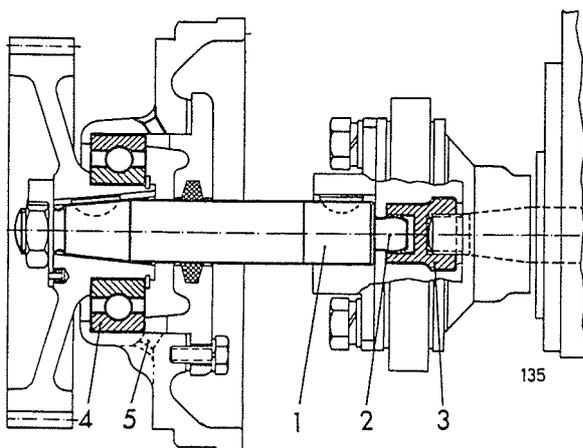
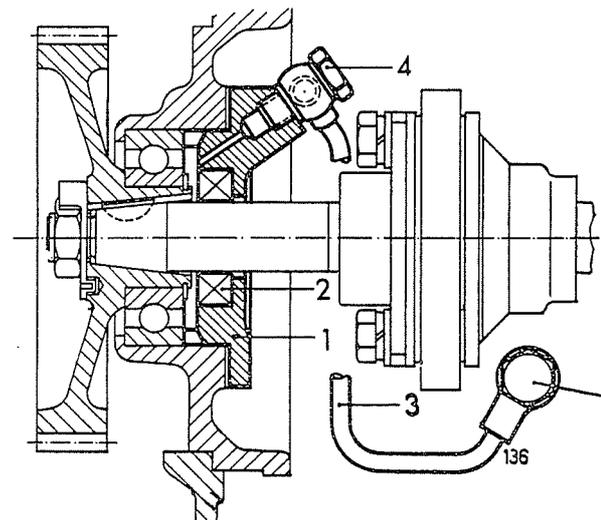
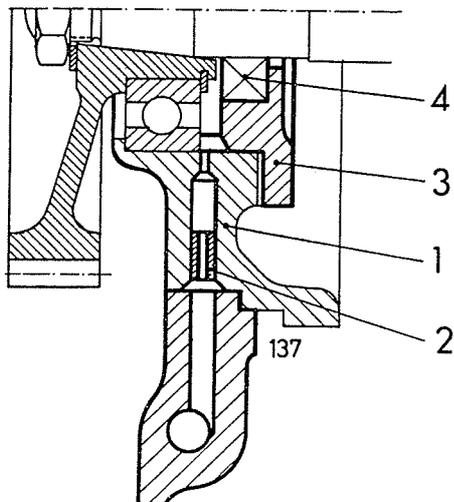

Bild 135 Einspritzpumpenantrieb F/A 4-6L 514
Bild 136 Einspritzpumpenantrieb F/A4-6L 514 mit außenliegender Schmierözüleitung
Bild 137 Einspritzpumpenantrieb F/A 4-6L 514 mit Bohrung für Schmierölaufuhr
2. Ausbau der Einzelteile (gültig für Motoren ohne Spritzversteller), vergl. Bild 135:
wendbarkeit zu prüfen. Im Ersatzfalle ist ein Kugellager 6206 C3 zu verwenden. Der ballige Zapfen 2 der Welle 1, Bild 135, und die Bohrung der Zentriermutter 3 sollen gehärtet und verschleißfrei sein.
Im Falle Schmierung des Kugellagers 4 mit Spritzöl (kein Druckschmierölanschluß, Bild 135 = frühere Ausführung) ist der Gehäusedeckel mit einer Ölabflußbohrung 5 entsprechend der Zuflußbohrung zu versehen. Beide Bohrungen sind mit einem 60-Grad-Senker anzusenken. Zur Versorgung des Kugellagers mit Druckschmieröl kann nachträglich Ausführung gemäß Bild 136 eingebaut werden, zusätzliche Teile sind:
Die Ölabflußbohrung 5, Bild 135 und das Ansenken mit 60-Grad-Senker der Zulaufbohrung sind im Falle Ausführung gemäß Bild 136 nicht erforderlich. Der nachträgliche Anschluß der Druckschmierleitung an den Einspritzpumpenantrieb wird aber empfohlen.
Der Zufluß des Druckschmieröles ist zu prüfen. Die Schmierölaufuhr erfolgt bei neuerer Ausführung gemäß Bild 137 durch Bohrungen im Motorgehäuse und im Gehäusedeckel. Vor dem Einbau des Einspritzpumpenantriebes sind die Schmierölaufuhr und der Durchgang des Drosselstopfens 2, Bild 137, zu prüfen.
Zeitweilig wurden Motorgehäuse mit durch Aluminiumstopfen verschlossenen Schmierölbohrungen gemäß Bild 137 in Verbindung mit Gehäusedeckel gemäß Bild 135 oder Bild 136 verwendet. Nach sorgfältiger Entfernung des Aluminiumstopfens kann die Schmierölaufuhr gemäß Bild 137 hergestellt werden unter Verwendung von Teilen im Bild 137:
Auf Bild 137 etwa 10 mm weiter nach unten. Hierdurch ist eine bessere Abdichtung der Deckeldichtung gegeben.
Die am Zahnrad evtl. vorhandenen Markierungen (abgeschrägte Zähne) brauchen nicht beachtet zu werden. Gehäusedeckel am Motorgehäuse verschrauben. Schmierölleitung (falls vorhanden, siehe Bild 136) anschließen.